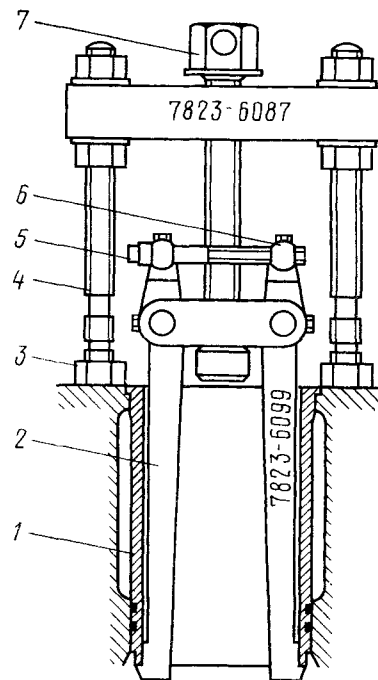

Рис. 49. Выпрессовка гильзы из блока цилиндров комбинированным съемником:
- с помощью комбинированного съемника (рис. 49) выпрессовать старую гильзу. Комбинированный съемник состоит из съемника 7823-6087 и захвата 7823-6099. Вставив лапки съемника в цилиндр двигателя, следует упереть шпильки 4 в блок и раздвинуть лапки разжимным болтом 5. Далее, вращая винт 7, выпрессовать гильзу из цилиндра;